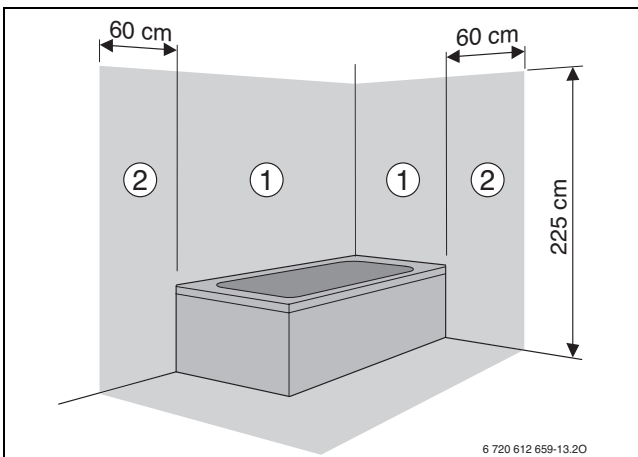

Fig. 17
- În zona de protecție 1 și 2 (→ fig. 17):